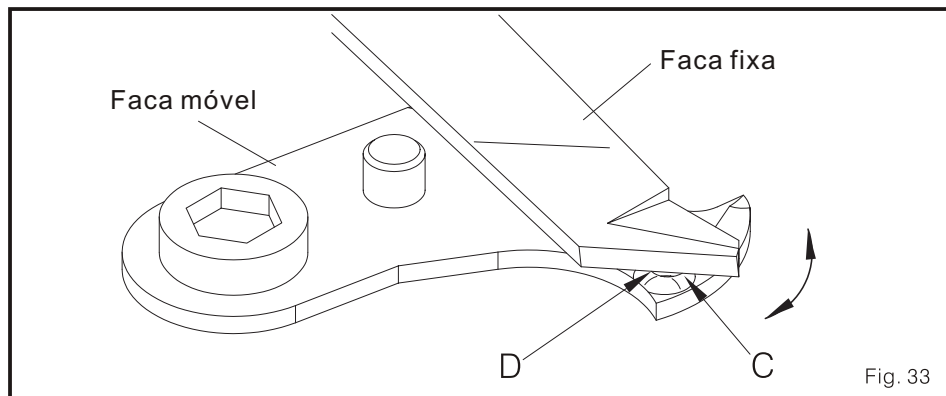
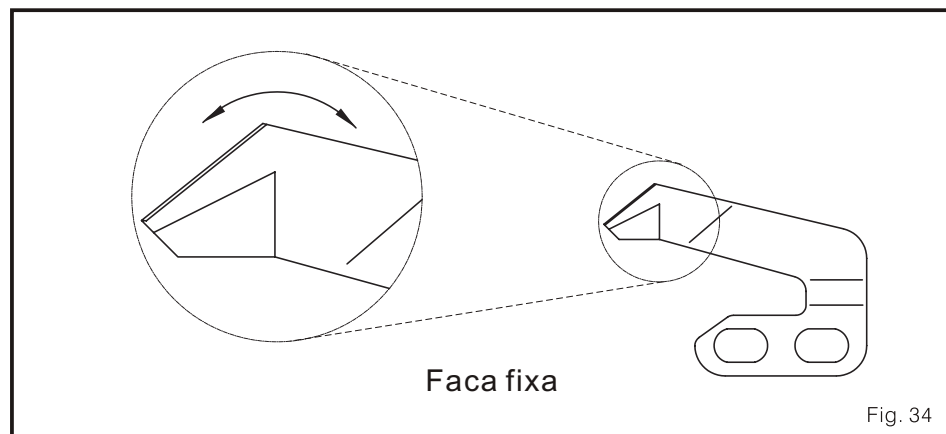

Fig. 33
Fig. 34
- NOTIFICAÇÕES: Melhorar o efeito de contato da faca móvel e fixa, é muito útil para mudar o ângulo (como mostra a seta na figura). Também, Diminuir o ângulo, se é rebordear difícil no D. lateral o ângulo que Aumenta, se é rebordear difícil no C. lateral (Fig. 33, Fig. 34)